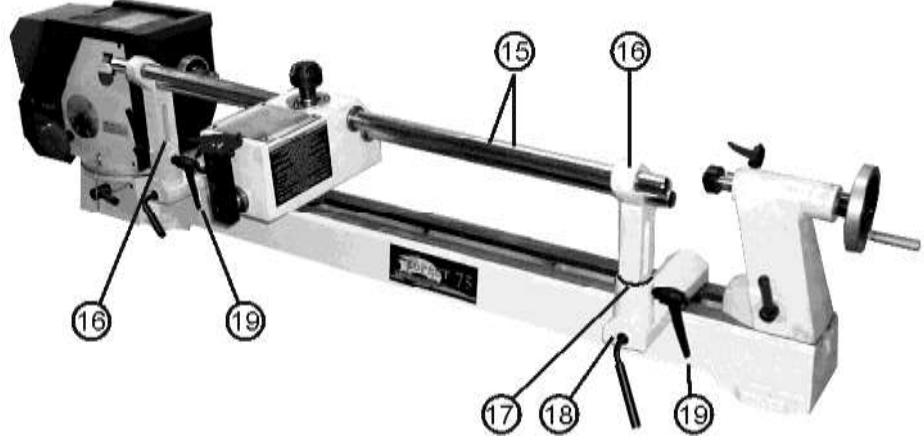

Рис.5
**5.4. Установка копира на токарный станок (Рис.5)**